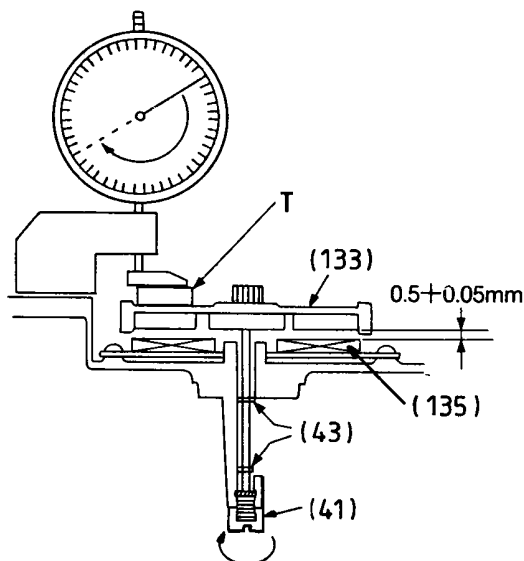

Fig. 21
- Mit der Einstellschraube (41) Abstand zwischen Capstanrotor (133) und -stator (135) auf $0,5\text{mm} + 0,05\text{mm}$ einstellen (Fig. 21).
- Turn the thrust screw (41) to set the distance between the capstan rotor (133) and stator (135) to $0.5\text{mm} + 0.05\text{mm}$ (Fig. 21).